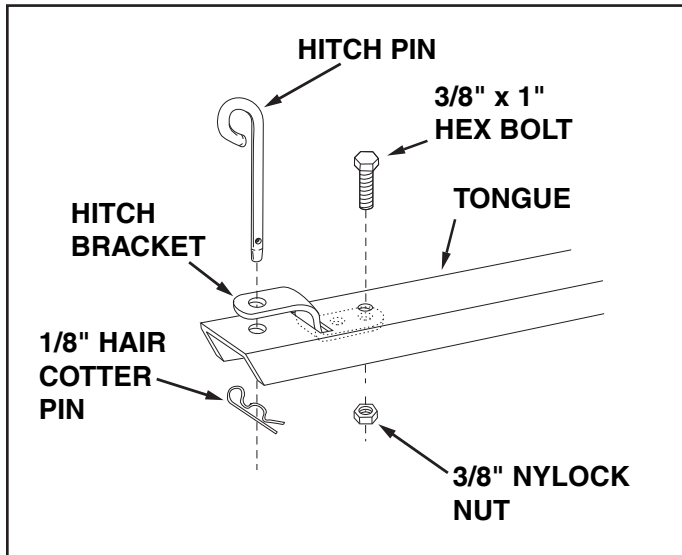

FIGURE 13
20. Assemble the end of the hitch bracket (two holes) down through the slot at the front of the drawbar tongue. Fasten it to the tongue using the 3/8" x 1" hex bolt, and 3/8" nylock nut. **Tighten.** See figure 13.
21. Assemble the hitch pin through the hitch bracket and the tongue and secure with the 1/8" hair cotter pin. See figure 13.
20. Montez l'extrémité inférieure du support d'attelage (deux trous) dans l'emplacement se trouvant à l'avant de la barre de traction d'attelage. Serrez-le à la barre en utilisant un boulon hex. de 3/8" x 1", une et un contre écrou hex. de 3/8". **Serrez.** Voir figure 13.
21. Montez la goupille d'attelage au travers du support d'attelage et de la barre d'attelage et verrouillez avec la goupille épingle de 1/8". Voir figure 13.